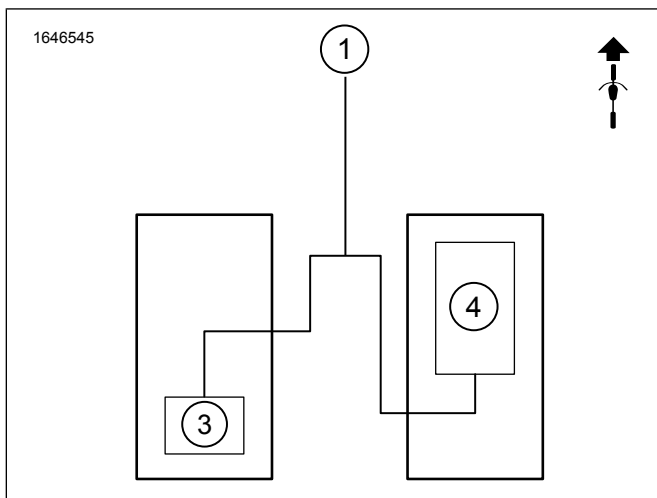
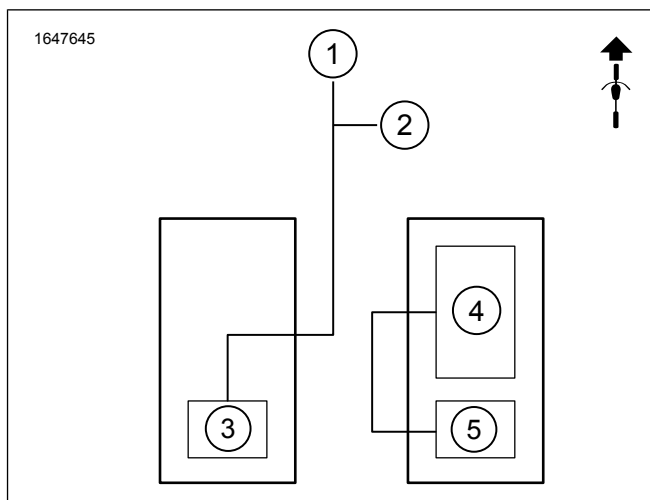
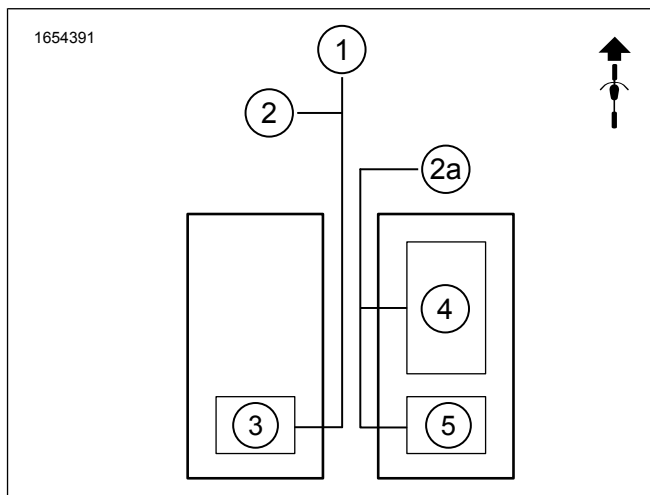
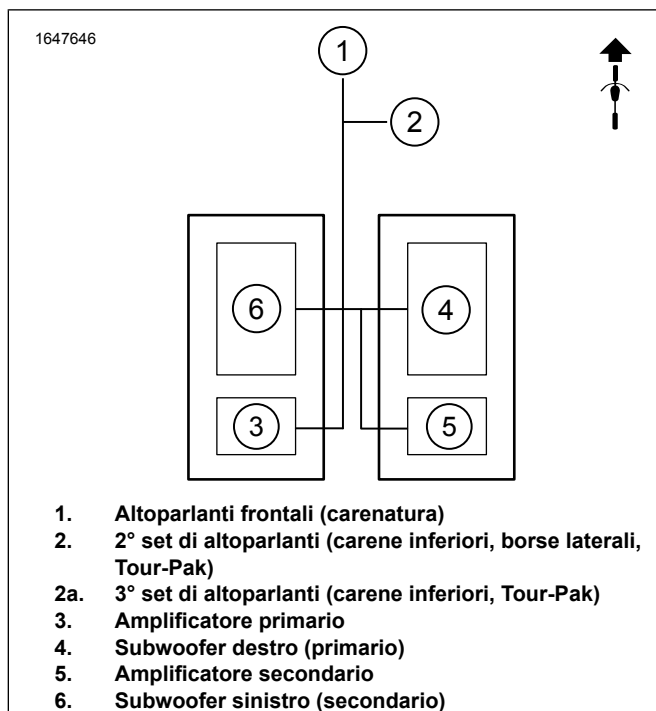

Figura 3. Subwoofer singolo, amplificatore singolo, due altoparlanti
Figura 4. Subwoofer singolo, amplificatori doppi, quattro altoparlanti
Figura 5. Subwoofer singolo, amplificatori doppi, sei altoparlanti
Figura 7. Subwoofer doppi, doppio amplificatore, quattro altoparlanti
Vedere Figura 3 , Figura 4 , Figura 7 e Figura 5 . I sistemi subwoofer richiedono due canali dall'amplificatore (gli amplificatori sono quattro canali), quindi l'installazione di kit subwoofer sia primario che secondario può funzionare solo con due o quattro sistemi di altoparlanti. Sei sistemi di altoparlanti funzioneranno solo con il kit subwoofer primario.
a. Vedere la figura 3. Per la configurazione con un solo subwoofer, un singolo amplificatore e due altoparlanti. Il connettore del cablaggio dovrà essere ricablato. Fare riferimento a Set di ricablaggio 69203031. Il mancato ricablaggio del connettore comporterà l'assenza di segnale audio. **NOTA:** se gli altoparlanti della borsa vengono installati dopo il subwoofer, sarà necessario utilizzare la configurazione originale del cablaggio 69203031. Fili nelle cavità uno e quattro.
b. Connettore cablaggio amplificatore primario [351A] (uscita audio). Vedere la figura 3. **Dotato di subwoofer singolo, amplificatore singolo, due altoparlanti.**
c. Connettore cablaggio amplificatore secondario [352A\_1] o [352A\_2] (uscita audio). Vedere la figura 4. **Dotato di subwoofer singolo, doppio amplificatore, quattro o sei altoparlanti.**